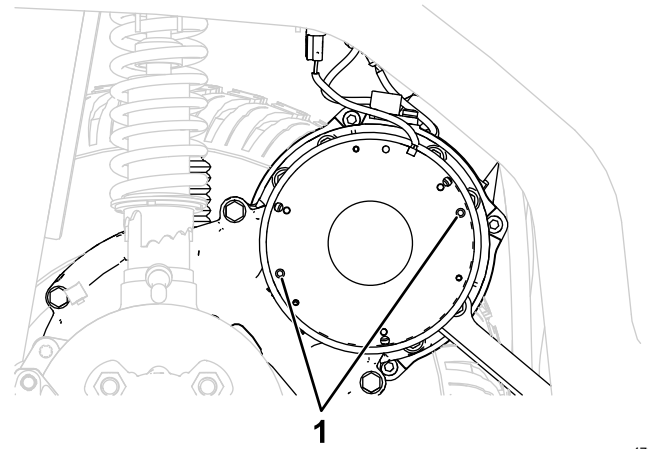

Figura 19
4. Para quitar el freno de estacionamiento, introduzca 2 tornillos (M5-0.8 x 45 mm) en los orificios indicados en la Figura 19, y apriételes lentamente.